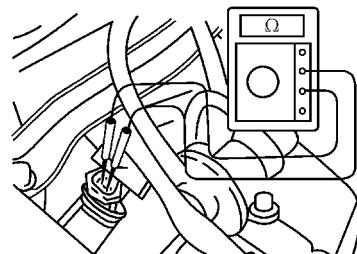

图 5-19 检查喷油器电阻
2) 喷油器电阻检查。如图 5-19 所示，拆开喷油器线束插接器，用万用表测量喷油器两端子之间的电阻，低阻值喷油器应为  $2 \sim 3\Omega$ ，高阻值喷油器应为  $13 \sim 16\Omega$ ，否则应更换该喷油器。